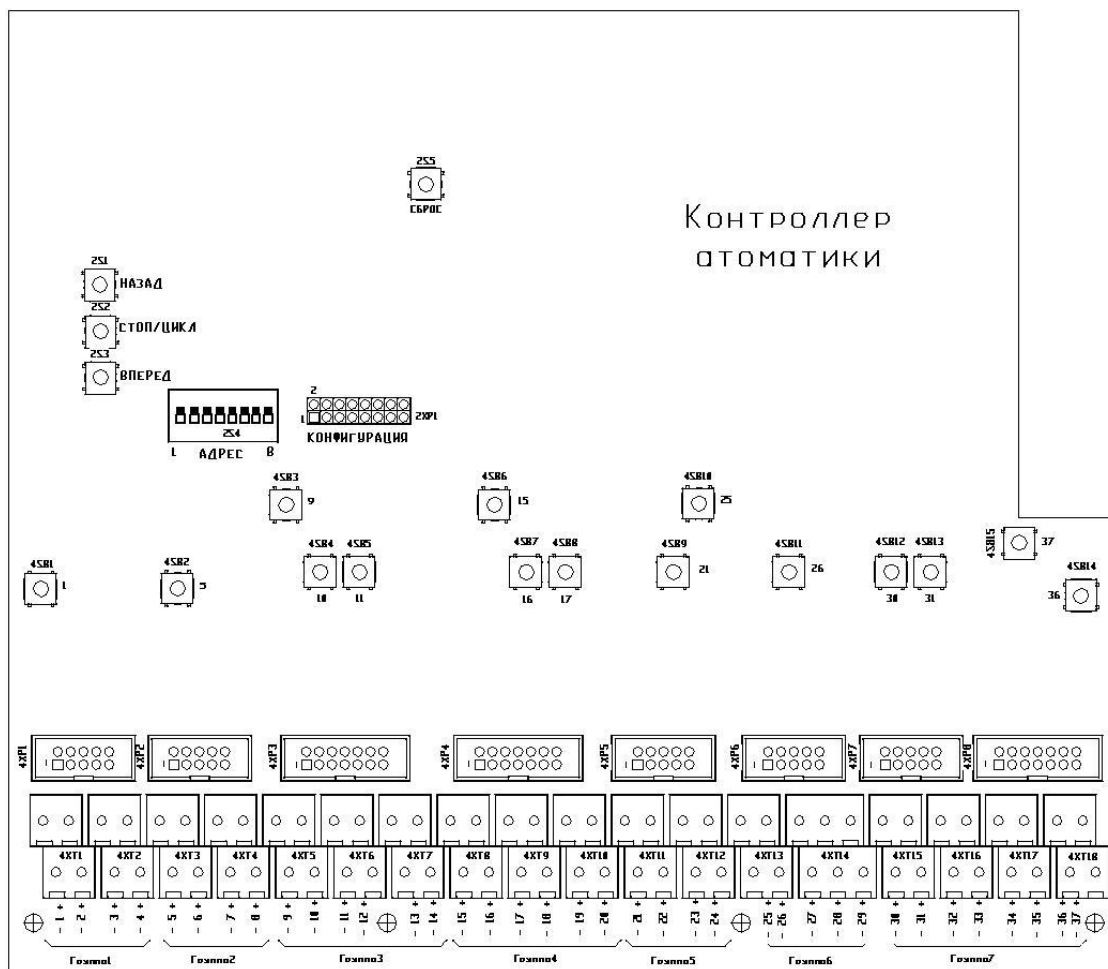

Рисунок 3.5 - Плата контроллера автоматики
3.5 На плате контроллера автоматики (см. рисунок 3.5) A1 установлены:
4.2.2 Технологические органы управления расположены на плате контроллера автоматики (см. рисунок 3.5) – малогабаритные кнопки 4SB1-4SB15, 2S5, восьмипозиционный DIP-переключатель 2S4 и разъем 2XP1 из 16 контактов для установки перемычек. Назначение технологических органов управления показано в таблице 4.3.
БУНС имеет 37 входных шлейфов с контролем исправности цепи для подключения агрегатов насосной станции. Клеммные колодки для подключения входных шлейфов расположены на плате контроллера автоматики (см. рисунок 3.5).